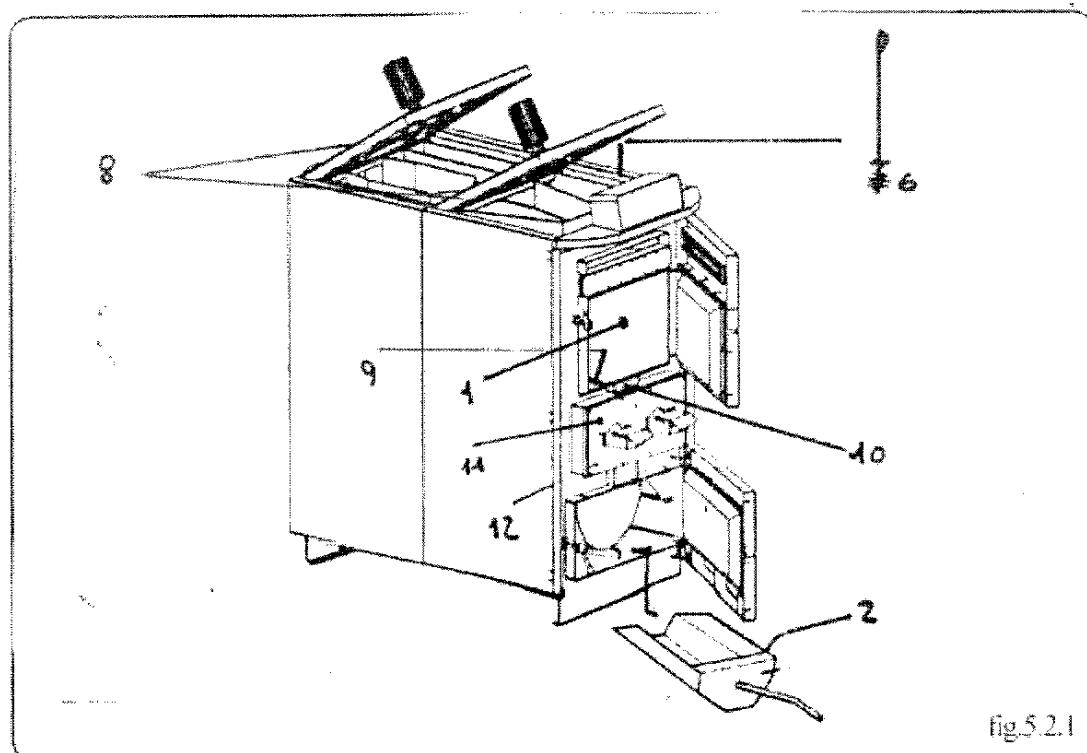
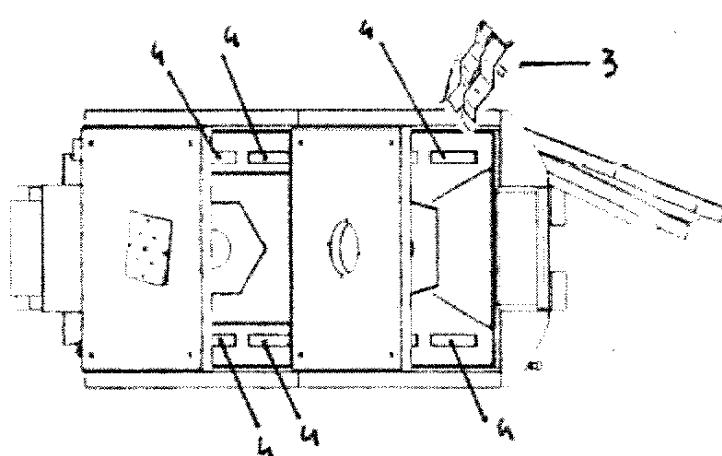

fig.5.2.1
fig.5.2.2
- Prima di eseguire qualsiasi manutenzione è obbligatorio, togliere tensione (vedere targhetta fig.5.2.2 pos.13) ed aspettare che la caldaia raggiunga la temperatura ambiente.
5.2 - Pulizia ordinaria (fig.5.2.1 fig.5.2.2)
- Prima del caricamento rimuovere il letto di braci per agevolare la caduta delle ceneri stagnanti nel deposito legna (pos.1).
- Ogni 2-3 giorni asportare la cenere dalla portina inferiore con la pala in dotazione (pos.2).
- Ogni 7 giorni rimuovere ogni residuo di combustione dal deposito legna (pos.1).
- Ogni 7 giorni pulire i condotti fumi della caldaia ~~aprire i copri~~ e copertini (pos.8) e raschiare con l'apposito scovolo (pos.6) l'interno dei canali ovali (pos.4) dopo aver rimosso i turbolatori (pos.3).
- Pulire le fessure della griglia nel deposito legna (pos.9).
- Before carrying out any maintenance work, switch the system off (see plate fig.5.2.2 pos.11) and wait until the boiler reaches the room temperature.
5.2 - Routine cleaning (fig.5.2.1 fig.5.2.2)
- Before filling the boiler with wood, remove the ember bed to help the ashes remained in the wood store to pass into the lower ash container (pos.1).
- Every 2-3 days, remove ash through the lower door, using the supplied shovel (pos.2).
- Every 7 days, remove any residual combustion products from wood store (pos.1).
- Every 7 days clean the boiler flue ducts; remove the cover (Pos. 8), lift the fan unit (Pos. 5) and rub by means of the tube-brush (Pos. 6) the inside part of the oval ducts (pos. 4) after having removed the swirl units. Clean the max. flue thermostat probe using a suitable brush (pos. 14). Clean the grate slots in the wood store chamber (Pos. 9).
5.4 - Pulizia dei distributori aria (fig.5.2.1)
-Controllare ed eventualmente pulire i fori di adduzione dell'aria (pos.10).
-Rimuovere il coperchio (pos.11) della scatola distributore aria, svitando le apposite viti (pos.12) pulire le intercapedini e le condutture d'aria.
5.4 - Cleaning air distributors (fig.5.2.1)
La caldaia lascia uscire fumo	<ol style="list-style-type: none"> 1) È stato rimosso il coperchio superiore 2) Controllare che la canna fumaria sia ben pulita, ben dimensionata e con la giusta depressione. 3) Controllare che i passaggi fumo siano puliti. 4) Controllare che le portine (pos.7-8 fig.1.5.1 par.1.5) siano ben chiuse. Se le guarnizioni non chiudono perfettamente va registrata la corsa delle cerniere all'interno del portellone. 5) Controllare che le maniglie del coperchio (pos.8 fig.5.2.1 par.5.2) siano strette.
La fiamma è troppo piccola. La caldaia non raggiunge la temperatura.	<ol style="list-style-type: none"> 1) Controllare che la legna sia ben disposta all'interno della camera di gassificazione (pos.1 fig.1.5.1 par.1.5). 2) Ricordarsi che la legna deve essere della lunghezza consigliata (par.4.1). 3) Caricare la caldaia con tronchetti di pezzatura medio-grande 15-20 cm, unitamente a tronchetti di pezzatura medio-piccola 5-7cm. 4) Controllare la regolazione dell'aria comburente (vedi par. 4.4). 5) Verificare le condizioni della canna fumaria (vedi par. 2.10). 6) Verificare che il barotto spartifiamma (pos.7 fig.5.2.1 par.5.2) sia nella sua sede.
Fumes escape from the boiler	<ol style="list-style-type: none">1) Ensure chimney flue is clean, well dimensioned and with the correct depression.2) Ensure flue gas pipelines are clean.3) Ensure ports (pos. 7-8 fig. 1.7 Chap. 1.7) are closed. If sealing is poor, adjust the hinges inside the door.4) Ensure the handles of the cover (pos. 8 fig. 5.2.1 Chap. 5.2) are tighten
Flame is too small. Boiler does not reach set temperature.	<ol style="list-style-type: none">1) Check the correct storage of the wood into the gasification chamber (pos. 1 fig. 1.5.1 chap. 1.5)2) Remember to use wood of recommended length (Chap. 4.1)3) Load the boiler with medium-large logs of 15-20 cm, mixed with medium-small logs of 5-7 cm.4) Check the adjustment of the comburent air (see chap. 4.4)5) Check the state of the chimney flue (see chap. 2.10)6) Check that the flame baffle rod (Pos. 7 Fig. 5.2.1 Par. 5.2) is in its seat.